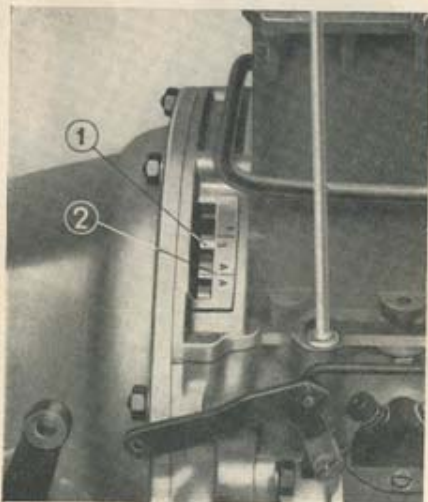

Fig. 15. - Messa in fase dell'accensione.
- a) Girare, con la manovella, l'albero motore fino a che il dente del volano che porta incisa la lettera « O » coincida con l'indicazione A/A segnata sul bordo della feritoia della cuffia di protezione del volano motore osservando che le valvole del cilindro N. 2, primo in ordine di accensione, siano chiuse (vedi fig. 15).